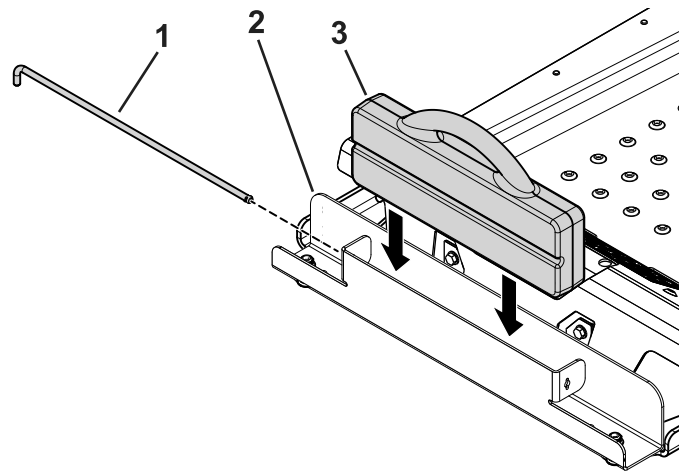

Bild 3
4. Setzen Sie das Koffergewicht so in das Ballastfach, dass die gerillte Seite zur Vorderseite der Maschine zeigt (Bild 3).
5. Setzen Sie die Haltestange in das Fach ein und drehen sie in die verriegelte Stellung (Bild 3).